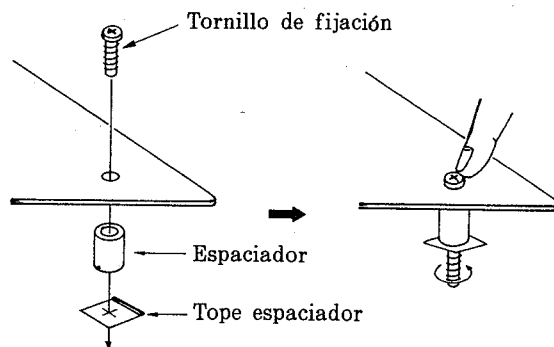

Figura 17
- (9) Acople los tornillos de fijación, los espaciadores, los tope espaciadores (4 piezas de cada) a la tarjeta de memoria de burbujas. (Vea la figura 17.)
- Presione la cabeza del tornillo de fijación con el dedo, y gire el tope espaciador para fijar el espaciador. (Vea la figura 17.)